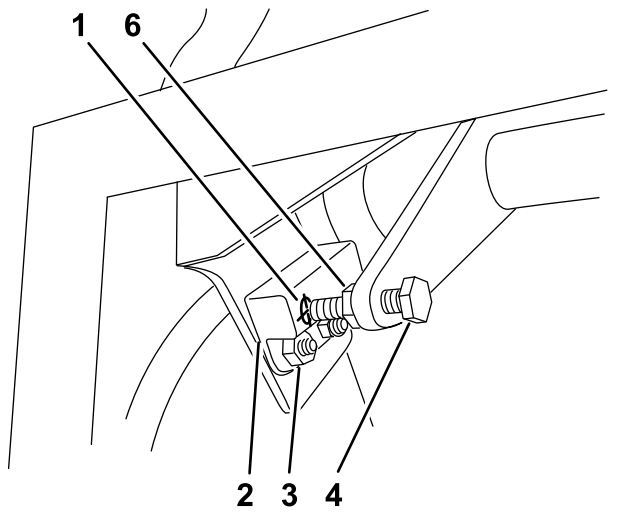

Figura 54
1. Asegúrese de que el perno que está conectado a la palanca de control de movimiento está alineado con la diana del interruptor de proximidad (Figura 54).
2. Si es necesario, afloje los pernos y ajuste el interruptor de proximidad hasta que la diana quede alineada con el perno que está conectado a la palanca de control de movimiento (Figura 54).
3. Compruebe la distancia entre el perno y el interruptor de proximidad; debe ser de 0,51 a 1,02 mm, según se muestra en Figura 54.
5. Apriete la contratuerca después de ajustar el perno (Figura 54).